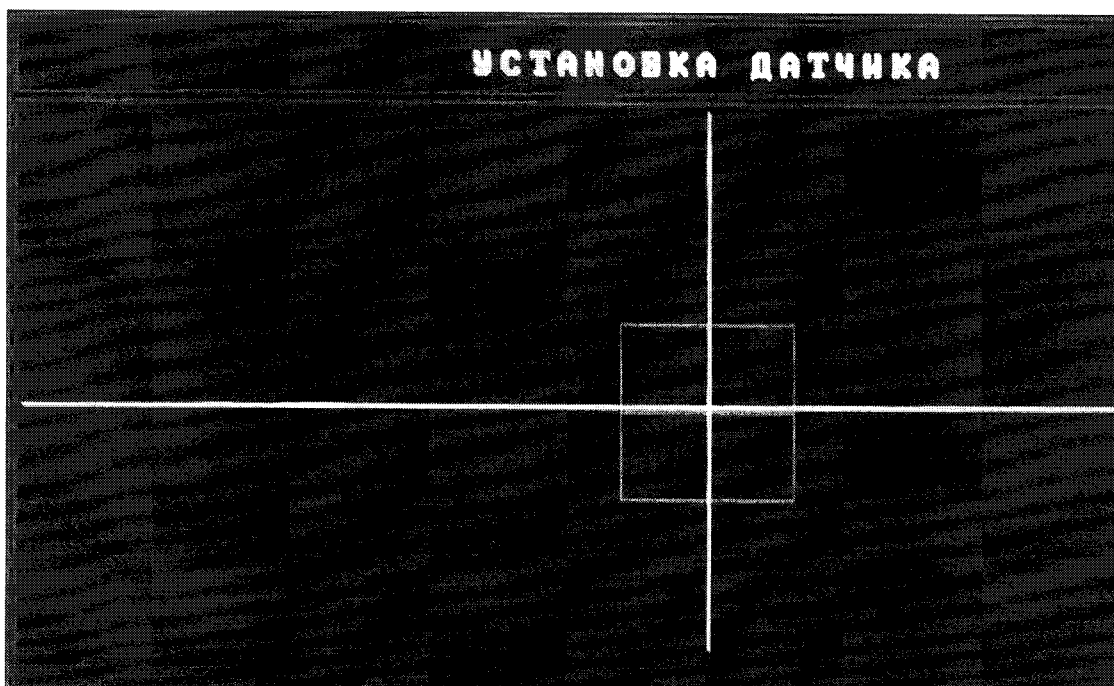

Рисунок 2 – Вид диалогового окна ПО «УСТАНОВКА ДАТЧИКА»
5.4.4 Изменяя наклон установочной площадки установить выносной акселерометр так, чтобы его измерительные оси совпали с перекрестием в центре квадрата. При этом активируется вкладка диалогового окна ПО «УСТАНОВИТЬ» (Рисунок 2). Нажать кнопку «ВВОД».